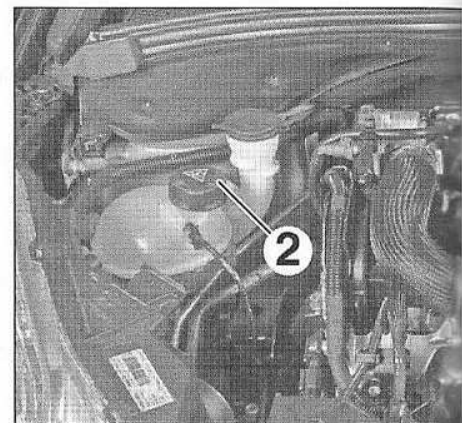

FIG.25
- le bouchon (2) du vase d'expansion (Fig.25),